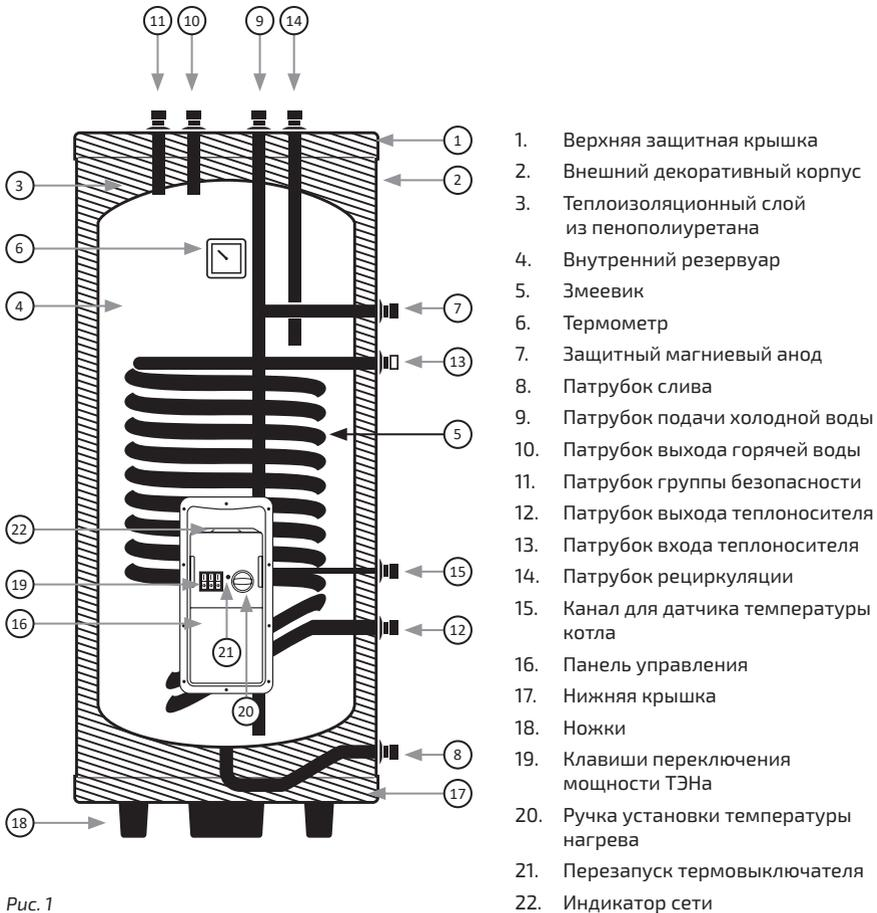

Рис. 1
На Рис. 1 представлено - устройство водонагревателя серии HRI с одним спиральным змеевиком
- На вход холодной воды рекомендуется установить фильтр (для предотвращения попадания грязи и ржавчины в водонагреватель и корректной работы предохранительного клапана существует группа безопасности, которая устанавливается на патрубков, расположенный в верхней части водонагревателя) (Рис. 1. п. 11).
4. На входной патрубок обозначенный голубым цветом (Рис. 1. п. 9) и стрелкой направления течения воды накрутите предохранительный клапан так, чтобы течение воды совпадало с направлением стрелки на корпусе клапана. На отверстие сброса давления предохранительного клапана оденьте дренажную трубку для отвода воды (возможно появление при нагревании) в канализацию.
6. К выходному патрубку, обозначенному красным цветом (Рис. 1. п. 10), подсоединить желаемое количество точек потребления.
7. Установить группу безопасности на патрубке (Рис. 1. п. 11).
Для непосредственного слива воды из внутреннего бака на приборе предусмотрен сливной патрубок (Рис. 1. п. 8).